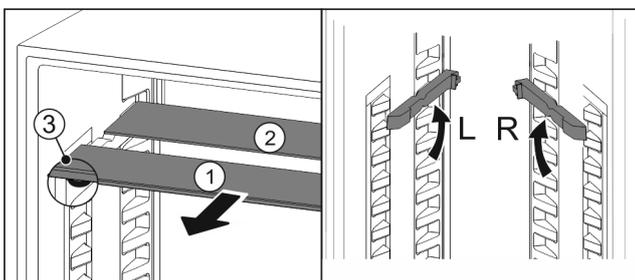

Fig. 39
- ▶ Glasplatten einzeln nach vorne herausziehen Fig. 39 (1).
- ▷ Glasplatte Fig. 39 (1) mit Zierleiste liegt vorne.
- ▷ Stopps Fig. 39 (3) zeigen nach unten.